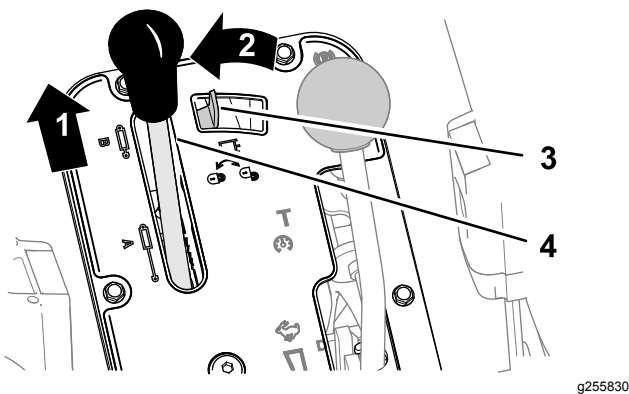

**Figura 83**
1. Spingete in avanti la leva di sollevamento idraulico (Figura 83 o Figura 84).
2. Spostate il bloccaggio del sollevamento idraulico a sinistra per innestare il bloccaggio (Figura 83 o Figura 84).